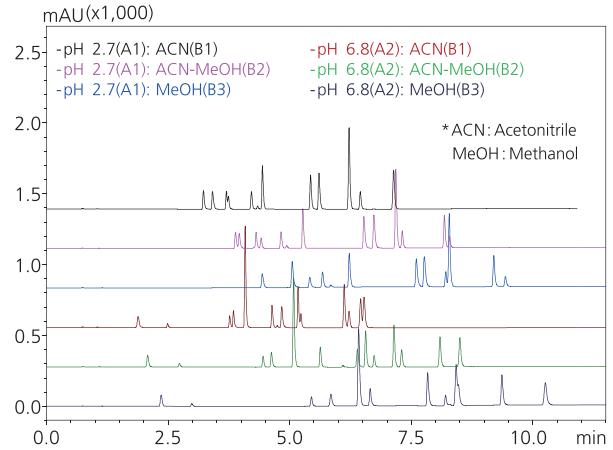

图 4 Shim-pack Scepter Phenyl-120 的色谱图
制得的色谱图示例之一 * (Shim-pack Scepter Phenyl-120) 如图 4 所示。奎尼丁和乙酰水杨酸中含有杂质，最多洗脱出 14 个峰。可以证实通过改变水相流动相的 pH、有机流动相组成和色谱柱，保留和分离会发生显著变化。
通过检出的峰数 (P) 与分离度 (Rs: 上限值 3.0) 总和的乘积来计算评价价值。在初筛中获得的评价价值降序显示结果如图 5 所示。确认了在水性流动相使用 pH 6.8、有机流动相使用乙腈 / 甲醇 = 50 : 50、色谱柱使用 Shim-pack Scepter Phenyl-120 时可获得最高评价价值 (图 4: 绿色色谱图)。